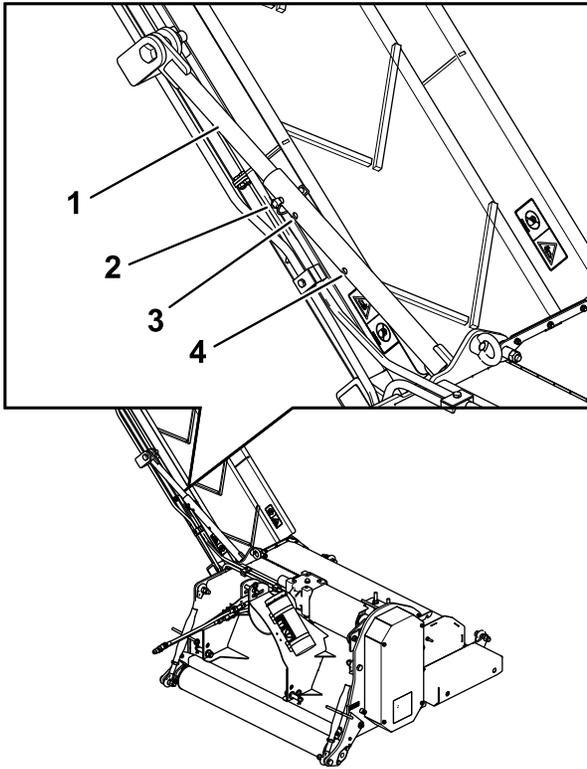

Figura 22
6. Ajuste el elevador y fije el brazo en la posición deseada (Figura 22).